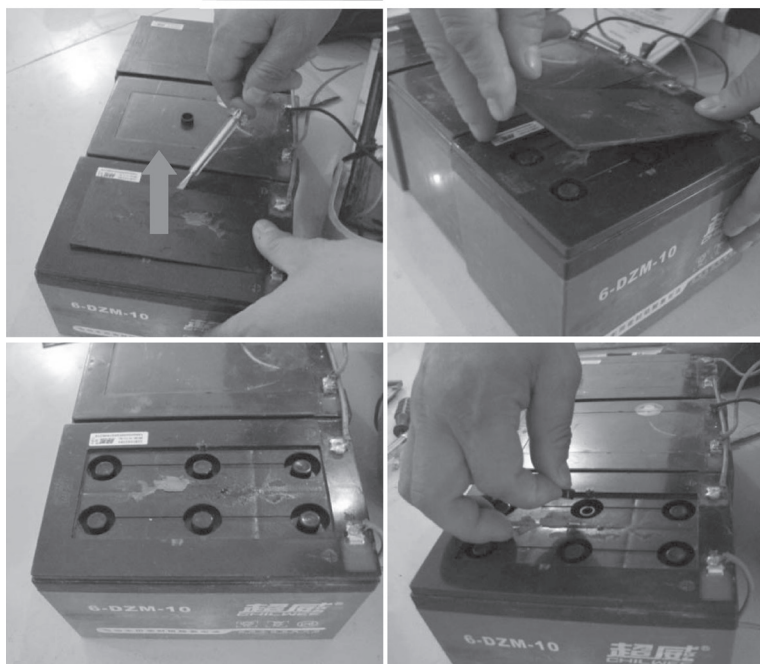

图 5-8 取下安装阀盖板
- 4) 分别拆下各单体蓄电池的盖板和安全阀，如图 5-8 所示。